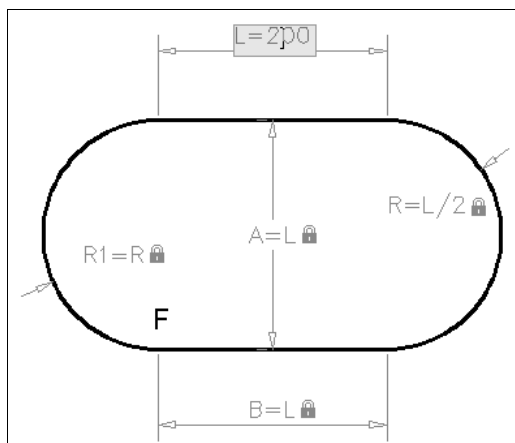

Рис. 8.18. Изменение значения размерного ограничения в поле ввода
- Щелкните два раза на размерном ограничении L (рис. 8.18) и введите в появившемся прямоугольном окне размер 200.